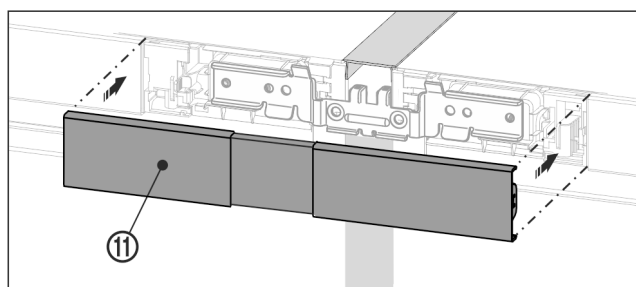

Fig. 30
- ▶ Защелкните верхнюю крышку Fig. 30 (11) на еще открытом промежутке обеих заглушек участков обслуживания. Следите за тем, чтобы наружные стороны крышки заканчивались вровень с заглушками участков обслуживания.